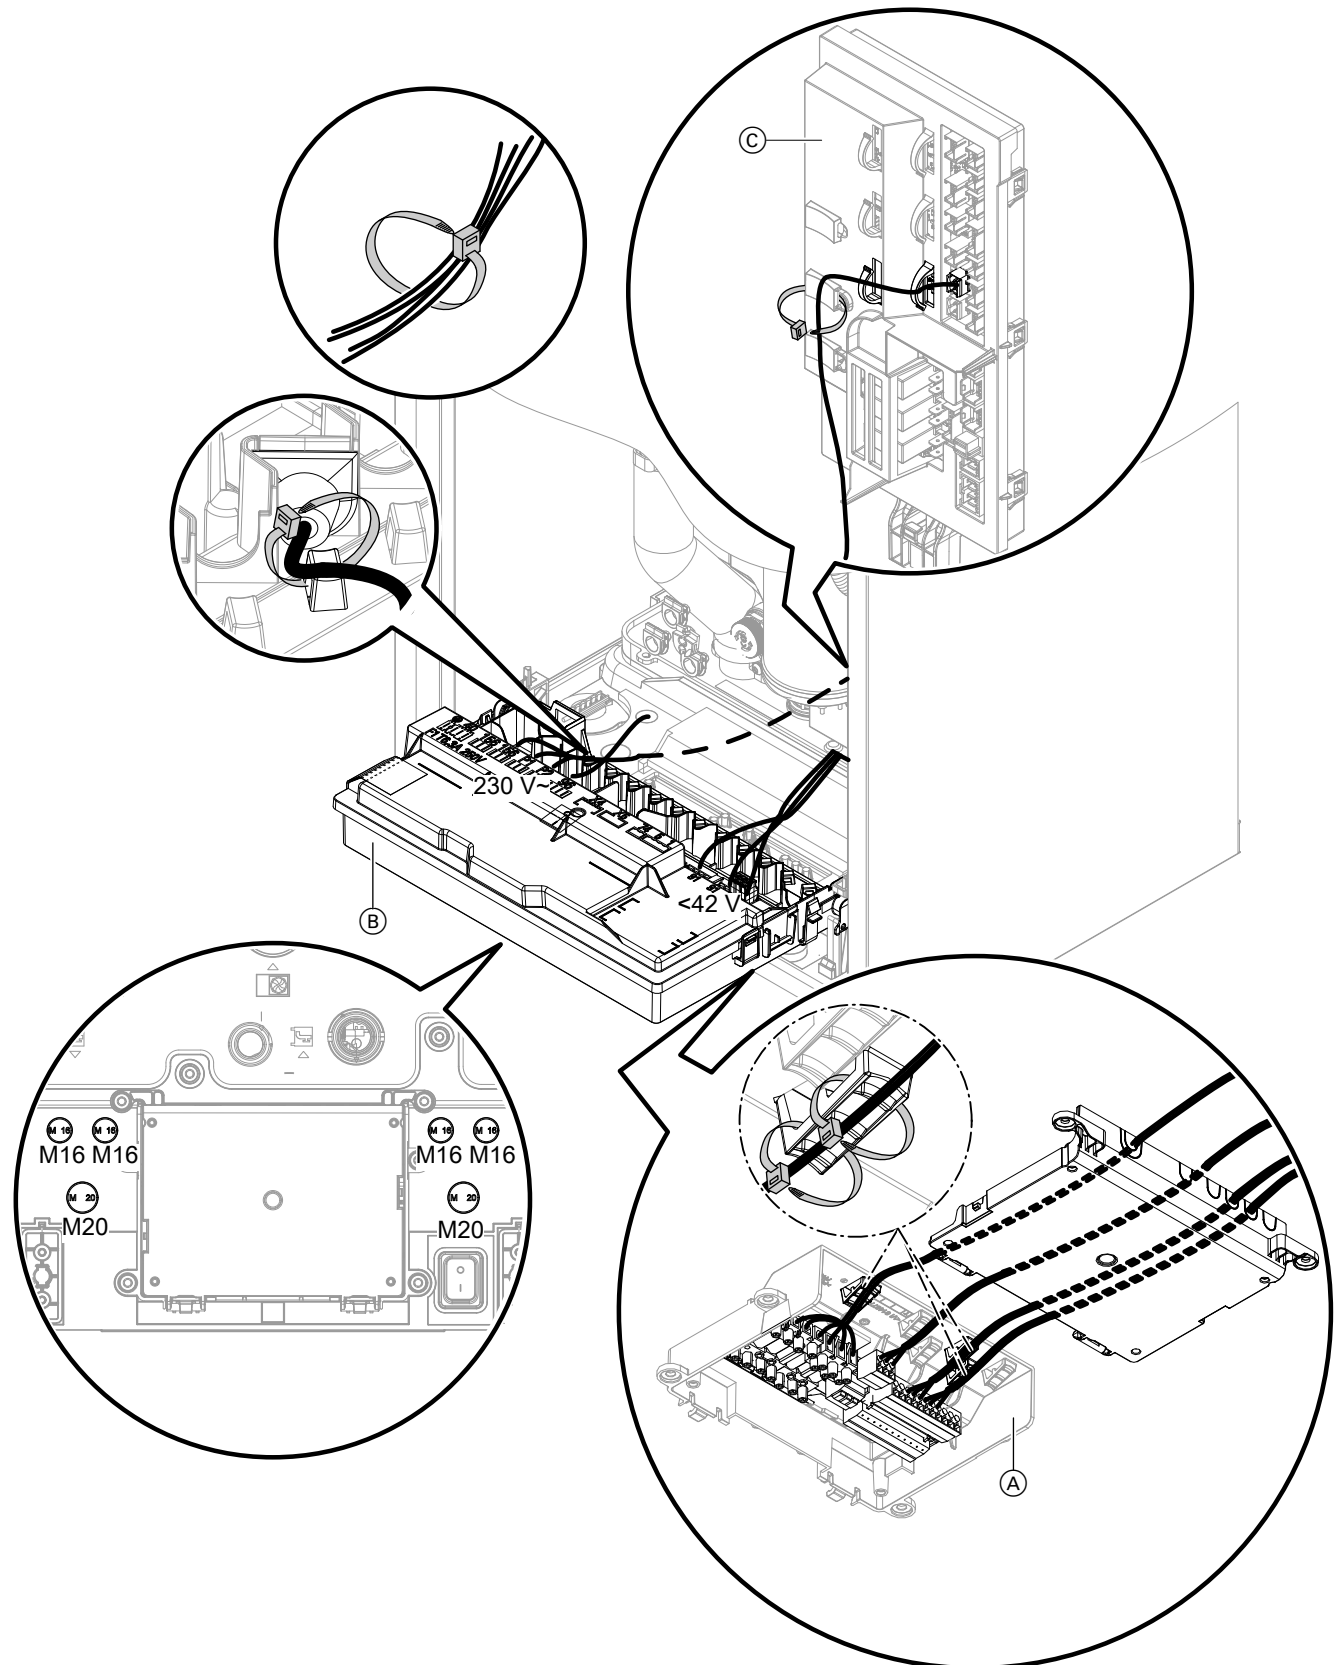

Abb. 49
- (A) Anschlusskasten 230 V~
- (B) Elektronikmodul HPMU
- (C) Elektronikmodul EHCU
- Alle Leitungen im Anschlusskasten 230 V~ mit 2 Kabelbindern zugentlasten: Siehe Abb. 49.